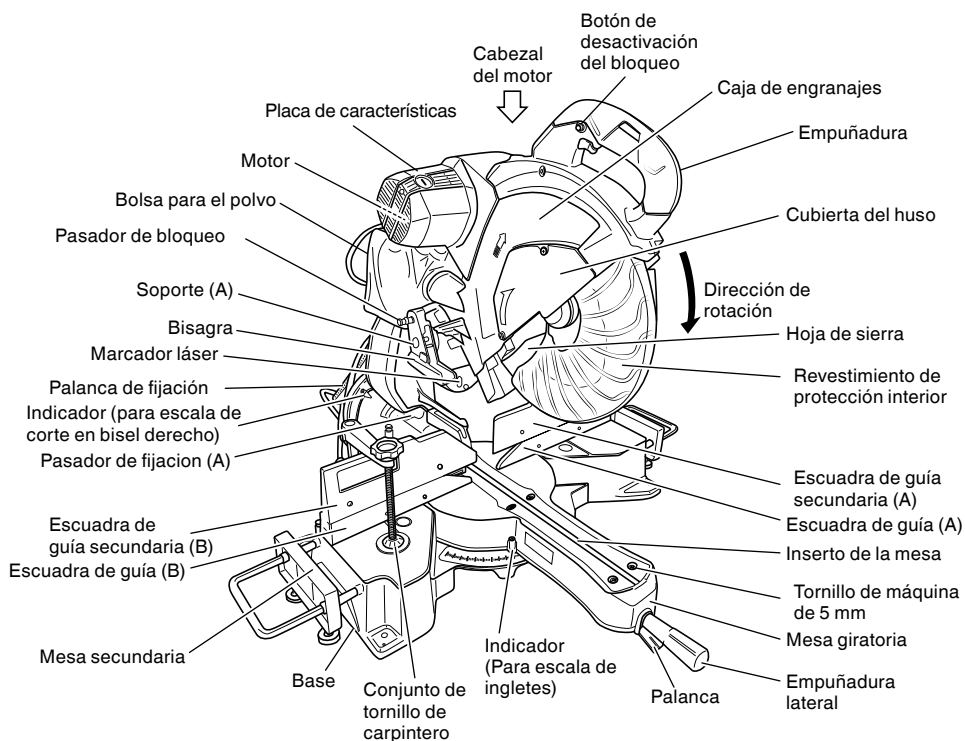
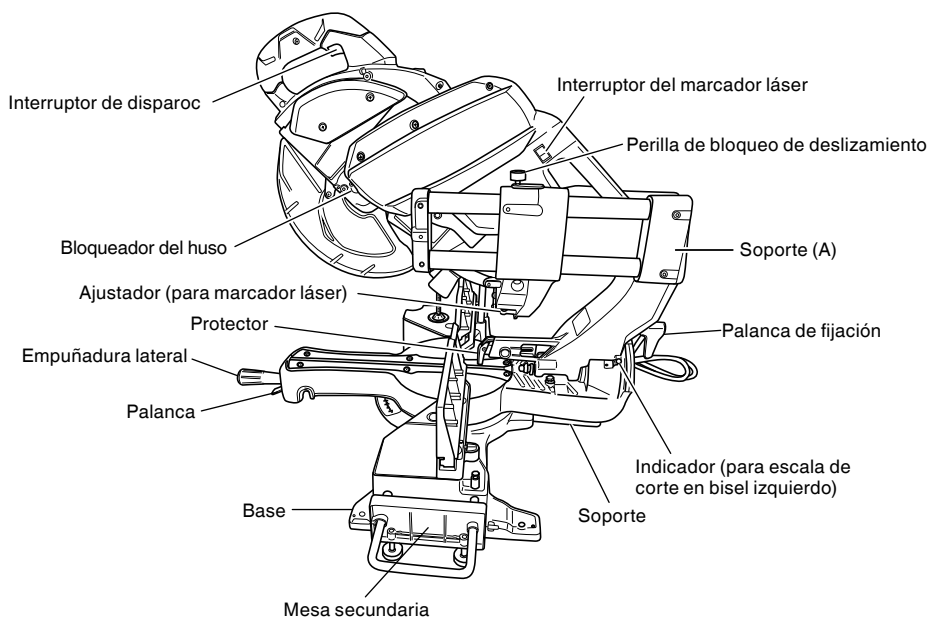

Fig. 1
Fig. 2
Fije la bolsa para el polvo y el conjunto de tornillo de carpintero como se indica en la Fig. 1 y Fig. 2.
6. Antes de utilizar la herramienta, confirme la posición del bloqueador del huso. Después de haber instalado la hoja de sierra, confirme que el bloqueador del huso está en posición de retraída antes de utilizar la herramienta eléctrica (consulte la Fig. 2).
**⚠ ADVERTENCIA:** Tenga presente la reacción del cabezal del motor (Fig. 1) cuando se active freno. El frenado ocasiona que el cabezal del motor se mueva bruscamente hacia abajo y el usuario debe estar preparado para esta reacción, especialmente cuando se libera el interruptor de activación antes de que baje por completo la cuchilla. De no estar familiarizado ni preparado para su utilización, las características operacionales de la herramienta podrían ocasionar lesiones severas.